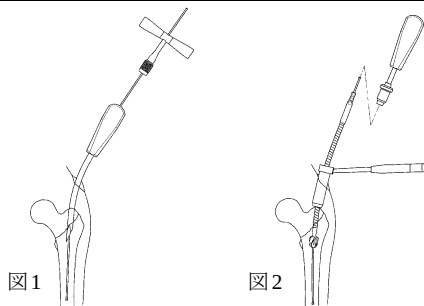

図1
- 骨折部を整復後、中空オウルにて大転子頂部を開窓し、T 型ガイドワイヤーハンドルにて把持したガイドワイヤーを挿入します。（図1）